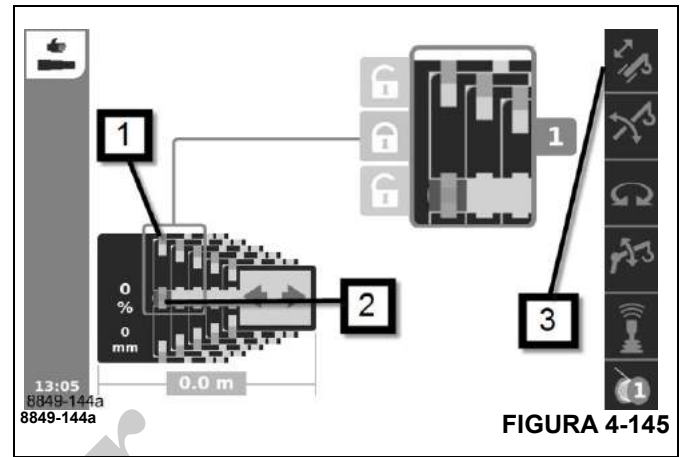

FIGURA 4-145
- Consulte la sección (Figura 4-145).
- Mecanismo telescópico activado – símbolo (3), (Figura 4-145), verde.
- Cilindro telescópico bloqueado – símbolo (2) verde.
- Sección telescópica desbloqueada – símbolo (1) rojo.